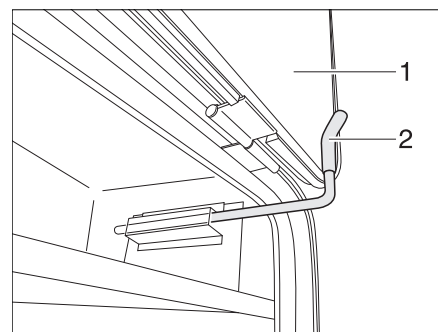

Fig. 53 Gancho de retención de trampilla exterior, posición fija
- Abrir la trampilla exterior (Fig. 53,1) y plegarla hacia arriba contra la pared del vehículo.
- Girar el gancho de retención (Fig. 53,2) hacia arriba y colocar una cuña detrás de la trampilla exterior (Fig. 53,1).
- Tirar del gancho de retención (Fig. 53,2) y girar hacia abajo.